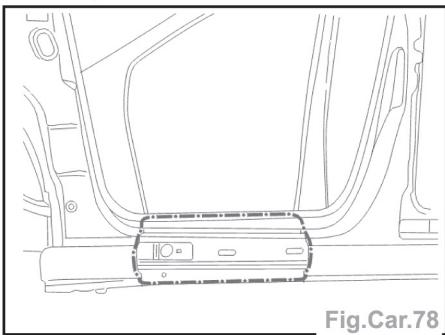

Fig.Car.78
- Préparer les bords d'accostage (Fig. Car.78).